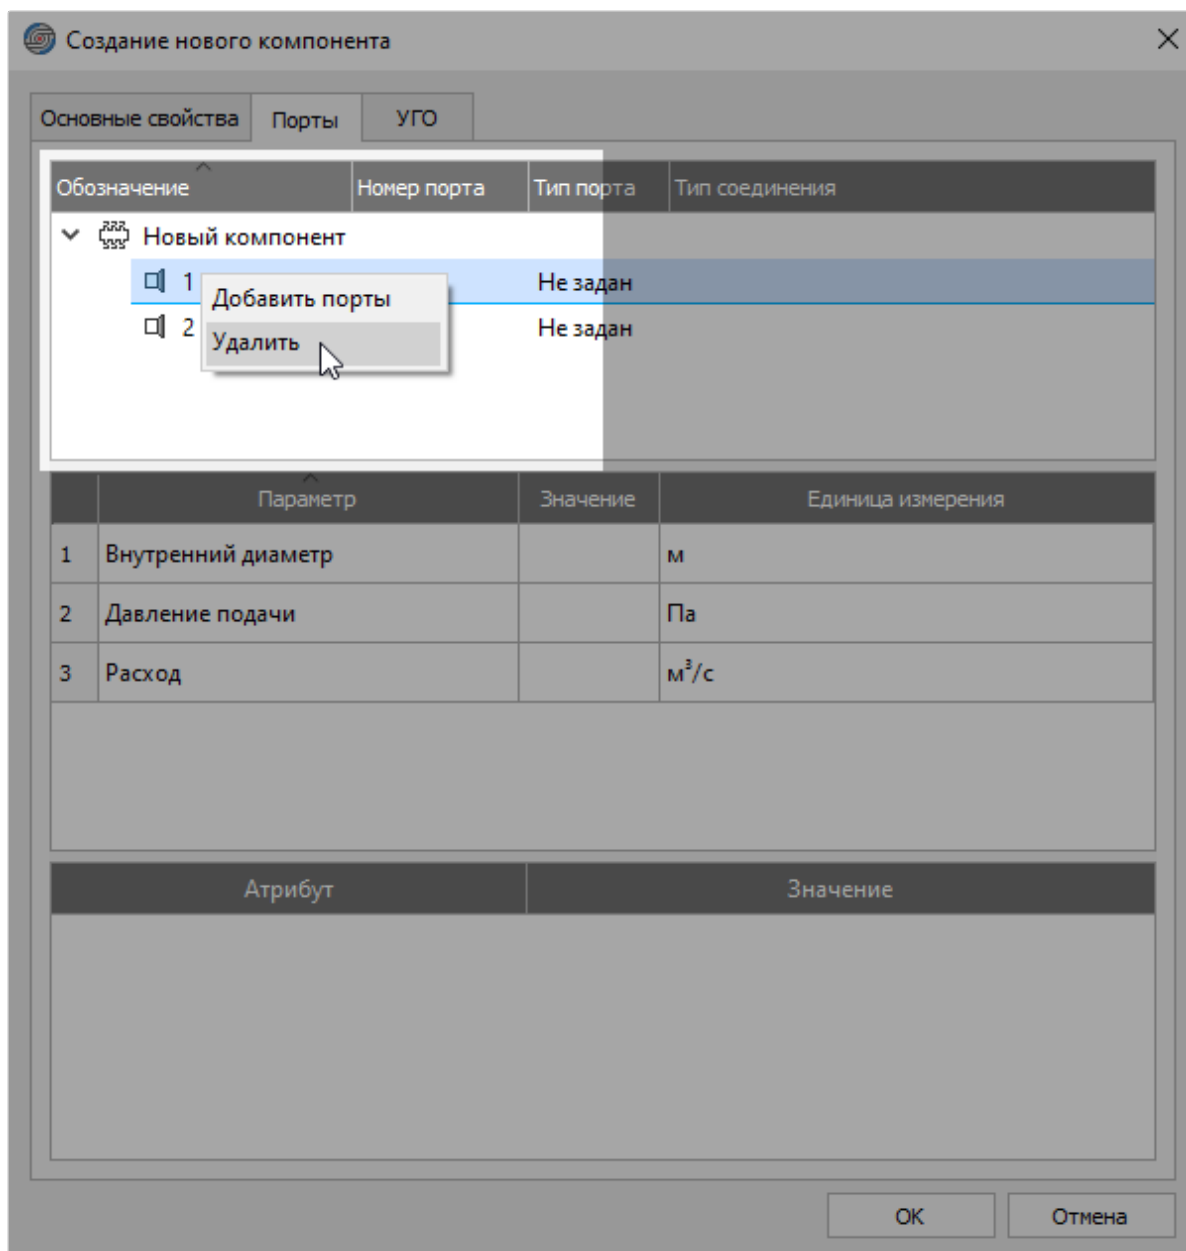

Рисунок 101. Удаление портов
- 2) В контекстном меню выбрать пункт «Удалить» (см. рисунок 101).